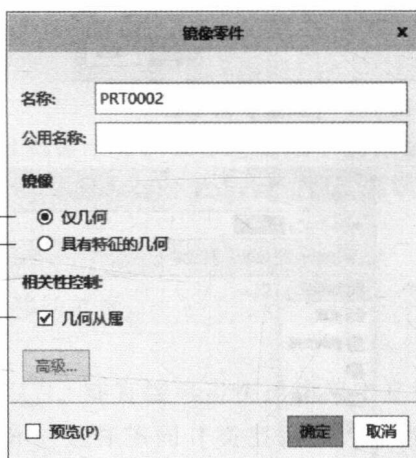

图 1-12 【镜像零件】对话框
③ 单击【镜像零件】命令，弹出【镜像零件】对话框，如图 1-12 所示。在【镜像零件】对话框中可以设置镜像的类型以及与当前模型的相关性，单击【确定】按钮，系统打开镜像文件。